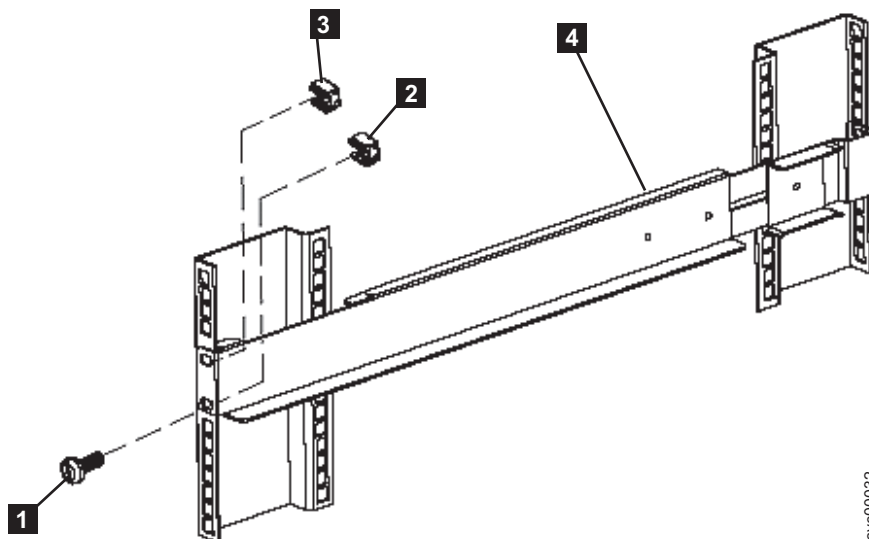

図 281. 2145-1U 無停電電源装置 への前面レールの固定
8. 1 つの M6 × 10 ねじと 1 つのクリップ・ナット **1** (図 281) を使用して、レールの下部の穴のみをラックの前面に取り付けます。